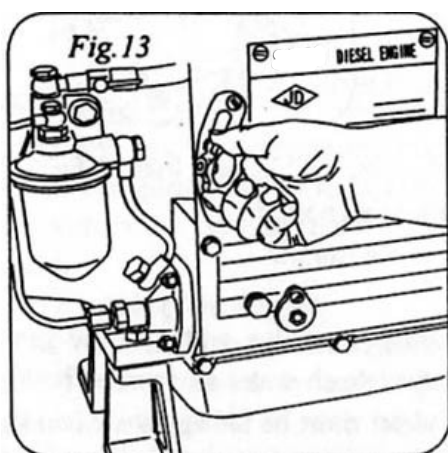

Рис.13
4.4.2 Установите рычаг контроля скорости в положении "СТОП", обозначенном на табличке (рис. 13), после чего двигатель остановиться.